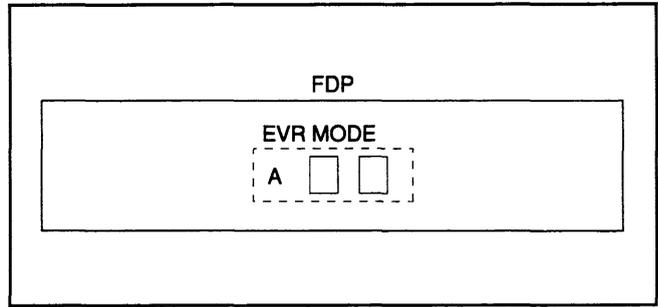

Fig 3-3-2 Modo EVR
- Quando realizar o ajuste EVR, certifique que o display do vídeo esteja no modo EVR (Veja Fig 3-3-2)